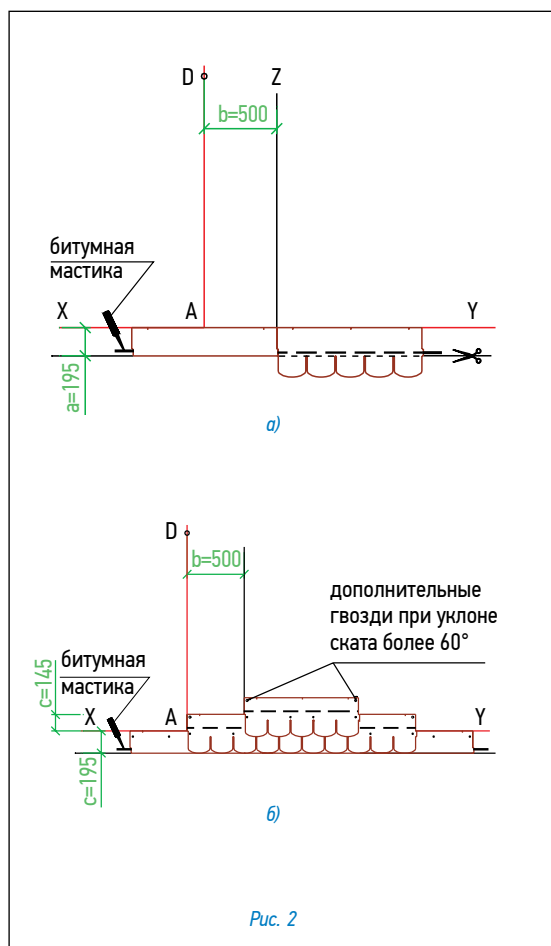

Рис. 2
Укладка материала (рис. 2)
- Начальный ряд формируется из листов черепицы, обрезанных по линии, образованной конечными точками вырезов. Полученные таким образом полосы шириной 19,5 см укладываются по линии карниза в обе стороны от линии Z (рис. 2а) и фиксируются по нижнему краю битумной мастикой, а по верхней кромке 4 гвоздями (ось гвоздей на 5 см ниже верхнего края полосы);
- далее первый ряд черепицы укладывается от линии AD (рис. 2б);
- второй ряд укладывается от линии Z (со смещением 50 см от AD) (рис. 2б);